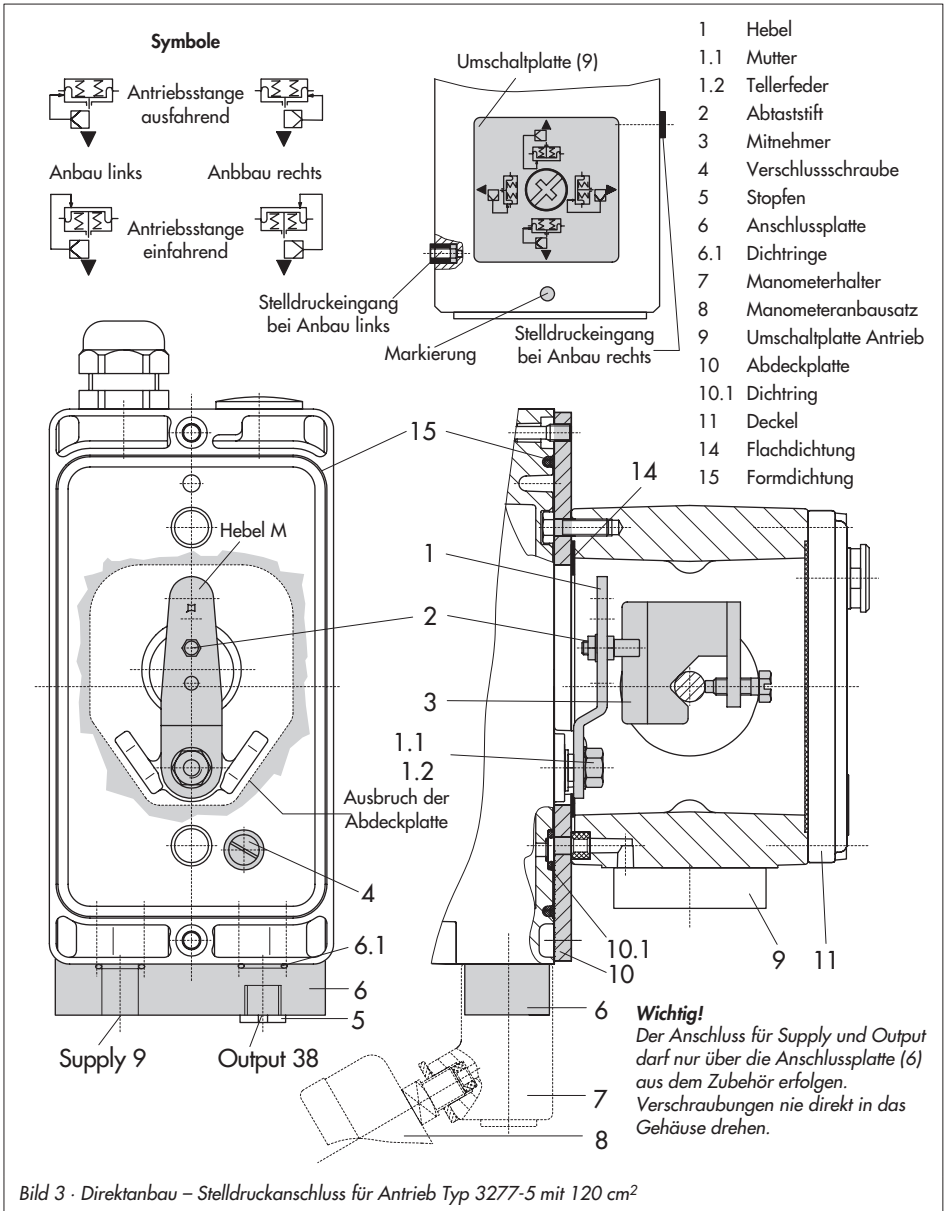

Bild 3 · Direktanbau – Stelldruckanschluss für Antrieb Typ 3277-5 mit 120 cm²
1. Anschlussplatte (6) oder Manometerhalter (7) mit Manometern am Stellungsregler montieren, auf richtigen Sitz der beiden Dichtringe (6.1) achten.
2. Verschlusschraube (4) auf der Stellungsreglerrückseite entfernen und den Stelldruckausgang "Output 38" an der Anschlussplatte (6) bzw. am Manometerhalter (7) mit dem Stopfen (5) aus dem Zubehör verschließen.
3. Mitnehmer (3) an die Antriebsstange setzen, ausrichten und so festschrauben, dass die Befestigungsschraube in der Nut der Antriebsstange sitzt.
4. Abdeckplatte (10) mit schmaler Seite des Ausbruchs (Bild 3 links) in Richtung zum Stelldruckanschluss befestigen, die aufgeklebte Flachdichtung (14) muss zum Antriebsjoch zeigen.
5. **Hub 15 mm:** Am Hebel **M** (1) auf der Stellungsreglerrückseite verbleibt der Abtaststift (2) auf Stiftposition **35** (Lieferzustand).